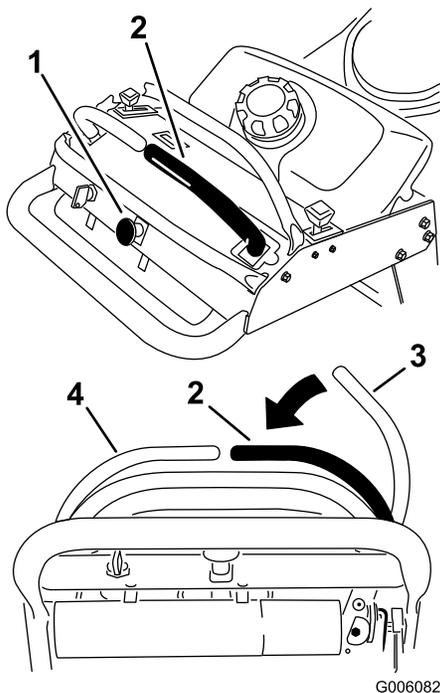

Figure 8
1. Pour engager les lames du plateau de coupe, amenez le levier de commande de déplacement droit au centre en position déverrouillée (Figure 8).